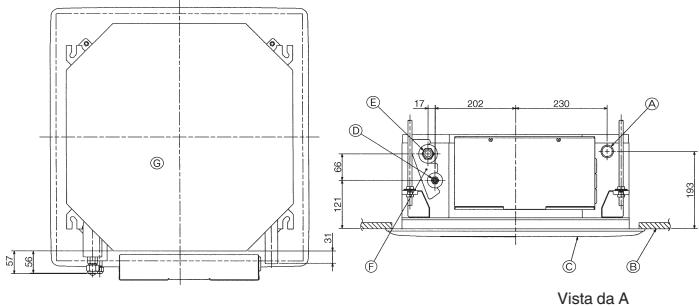

Fig. 3-1
3.1. Posizioni delle tubazioni di refrigerante e di drenaggio dell'unità interna (Fig. 3-1)
- (A) Tubo di drenaggio
- (B) Soffitto
- (C) Griglia
- (D) Tubo del refrigerante (liquido)
- (E) Tubo del refrigerante (gas)
- (F) Ingresso fornitura acqua
- (G) Unità principale